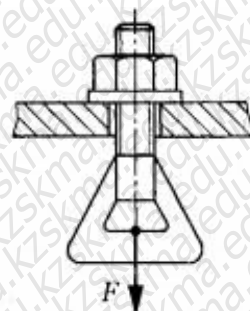

Рис. 16.3. Схема к расчету незатянутого болта
1. Расчет незатянутого болта при действии осевой силы. Стержень болта работает только на растяжение (рис. 16.3). Проектировочный расчет болта выполняют по формуле